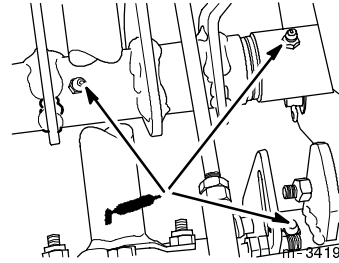

Abbildung 32
- Die drei Schmiernippel einfetten (Abb. 32).